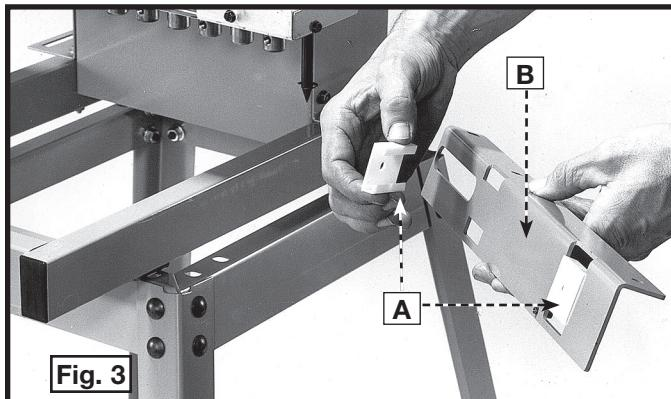

Fig. 3
1. Encastrez les deux glissières de fixation de la table (A), fig. 3, dans le dispositif de fixation de la table (B).